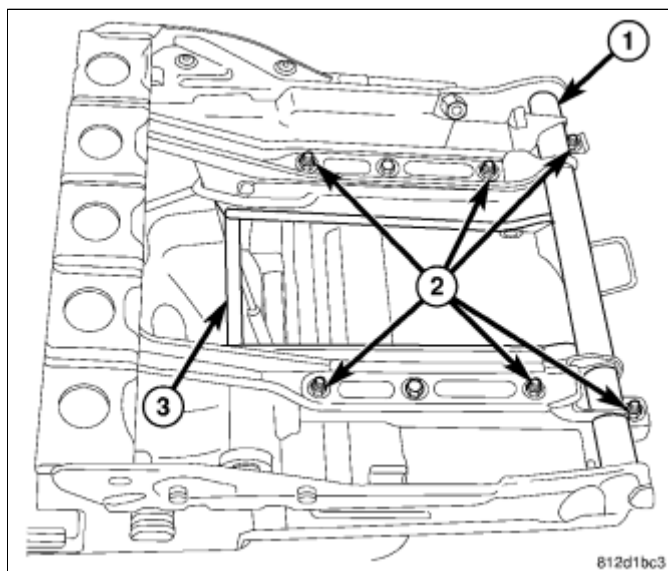
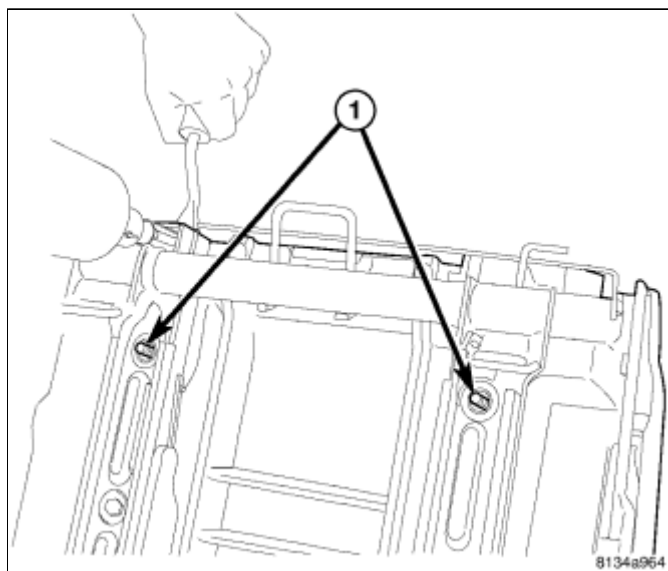
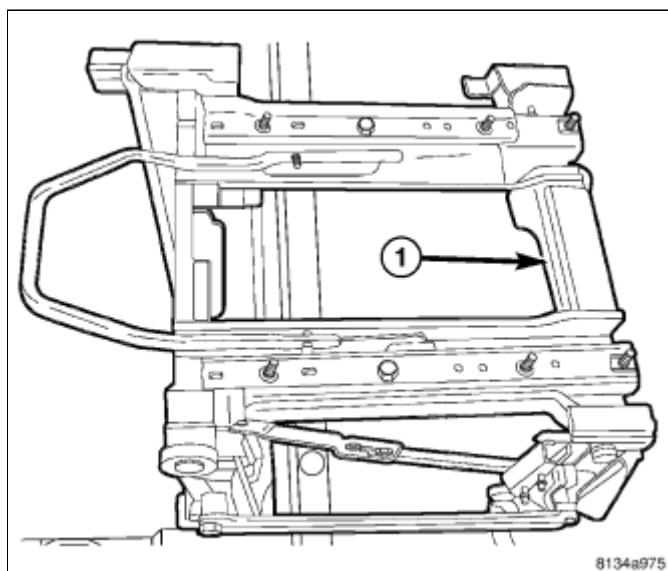

图 2 座垫架和轨道总成
图 3 降座椅升降杆从轨道上拆下
图 4 第二排座椅升降杆
7. 拆下座垫架上的六个螺母并使其与升降架分离\(图 2\)，\(图 3\)和\(图 4\)。